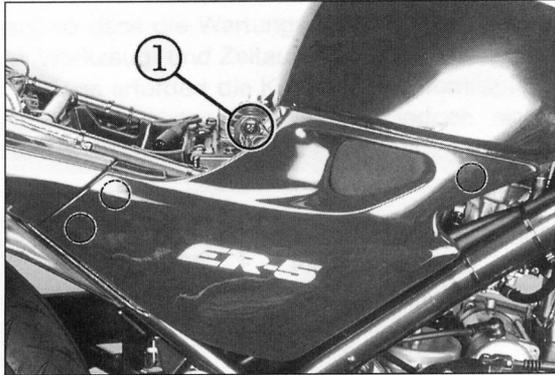

Bild 8
- Befestigungsschraube ① Bild 8 ausdrehen und Seitenverkleidung abnehmen (gleichmäßig ziehen, um Nippel aus Aufnahmen auszuklinken).